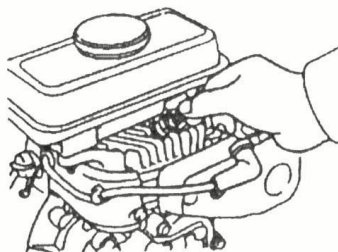

Рис.18
4. Проверьте, чтобы прокладка свечи зажигания была в хорошем состоянии, либо замените ее на новую. Закручивайте свечу зажигания сначала рукой, чтобы избежать срыва резьбы. (Рис. 18).